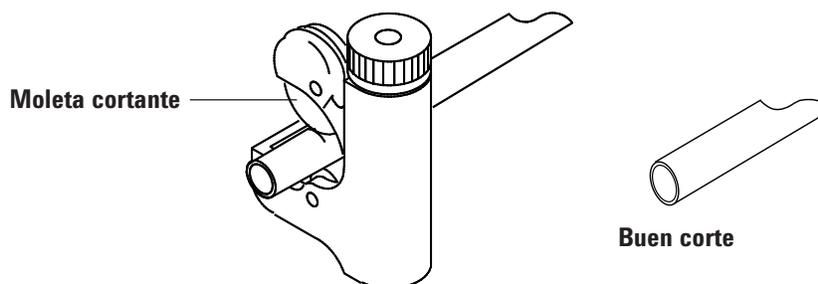

Figura 8. Cortador de tubos típico
- 2 Corte los tubos a la longitud necesaria mediante un cortador de tubos. Consulte la sección **Figura 8**.